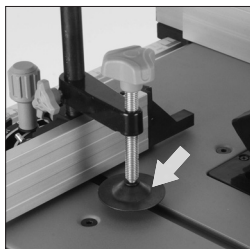

Fig. 33
N.B.: Bij het zagen van dunne bladen of soortgelijk materiaal is het gebruik van het anti-veerhulpmiddel nuttig. (**Fig 33**)